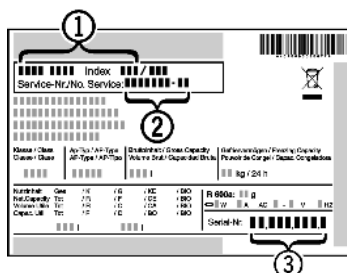

Fig. 43
- ▶ A készülék megnevezését Fig. 43 (1), a szerviz- Fig. 43 (2) és sorozatszámot Fig. 43 (3) a típustábláról olvassa le. A típustábla a készülék belsejében baloldalon található.